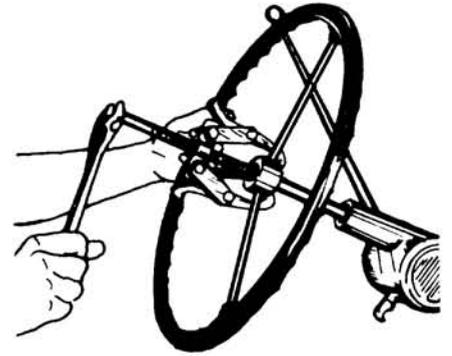

Fig. 1
- b Coloque el extractor y desmonte el volante (fig. 1).